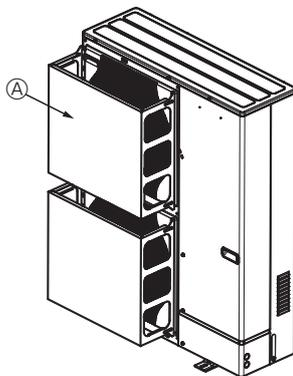

Fig. 2-4
- ② Ha olyan helyre szereli az egységet, ahol tájfun vagy egyéb ok miatt erős szél fújhatna be a levegőkiáramló nyílásba, szereljen fel külön kapható légtelőt. (Fig. 2-4)